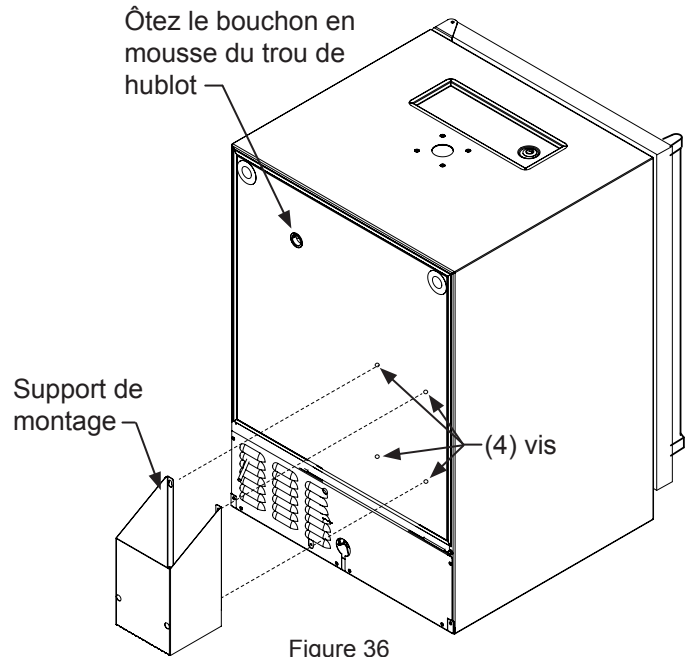

Figure 36
Placez les (4) vis à métaux (N° 10-32 x ¾ po à tête plate) fournies avec le support à l'arrière de l'appareil (Voyez la Figure 36). Ne les serrez pas à fond. Accrochez les trous en fente des brides du support par-dessus ces quatre vis, puis serrez-les bien pour maintenir le support au dos du meuble. Le support peut aussi être fixé sur un meuble adjacent en utilisant les vis à bois N°10 de ¾ po fournies. Marquez l'emplacement des trous où il faut avec un crayon en vous servant des fentes du support de montage comme gabarit. Percez des avant-trous appropriés (selon le matériau qui recevra les vis) et fixez le support en suivant les instructions données précédemment.
Ôtez le bouchon de mousse du trou de hublot comme c'est montré en Figure 36, et passez la conduite rouge de CO2 au travers de la paroi arrière, et hors du cache serpentins à l'intérieur du meuble. Connectez la conduite rouge de CO2 au coupleur du fût de bière.